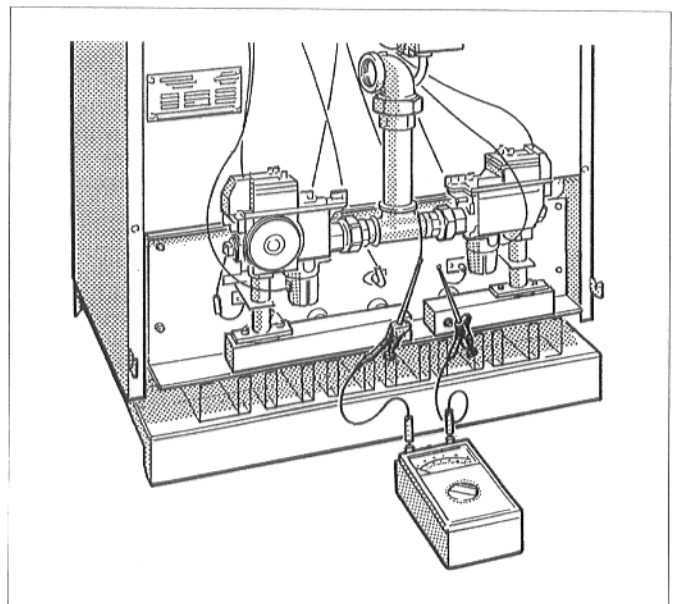

Fig. 24
- Raccorder en série l'appareil de mesure au câble de garde et à l'électrode de garde (fig. 24). Sélectionner le domaine de courant continu en  $\mu\text{A}$ .